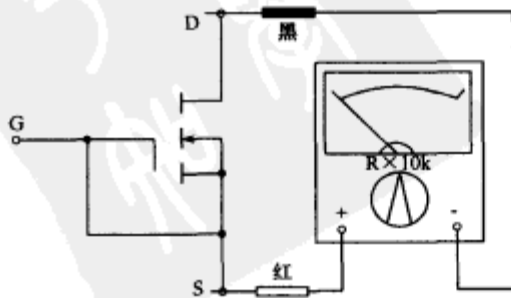

图 6-11 短接 VMOS 的 G、S 测 R_{DS}
(2)先用导线短接 G 与 S,将万用表置于 $R \times 10k$ 挡,红表笔接 S,黑表笔接 D,阻值应接近无穷大,否则说明 VMOS 管内部 PN 结的反向特性比较差。具体操作如图 6-11 所示。